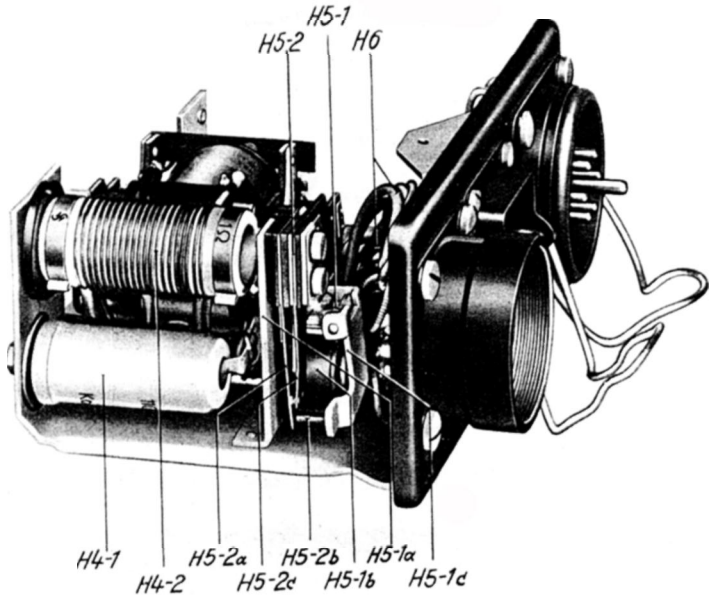

Abb. 103: EDSK-B, Kondensator, Vorlaufwiderstand, elektr. Sperre und Schaltdrähte
D. Kondensator und Vorlaufwiderstand (H 4) (Abb. 103)
E. Elektrische Sperre (H 5) (Abb. 103)
F. Schaltdrähte (H 6) (Abb. 103)